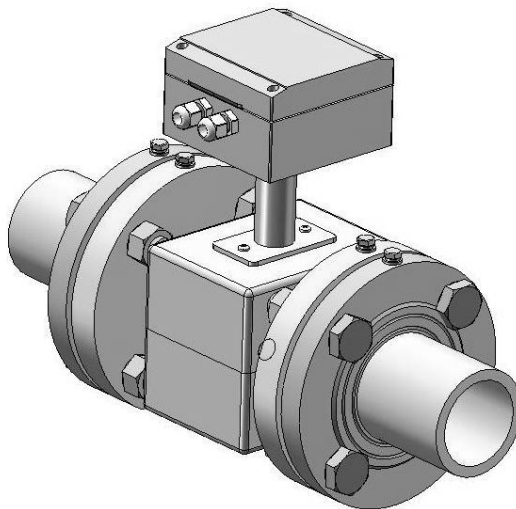

Рисунок 6 – Примеры монтажа ЭРМ
4.3.1 Расходомер устанавливается (рис.6) между двумя фланцами (ГОСТ 12820) приваренными к прямолинейным участкам трубопровода (угол между осью трубопровода и плоскостью фланца составляет  $90\pm 1^\circ$ ). Расходомер устанавливается в соответствии со стрелкой указывающей направление потока жидкости.